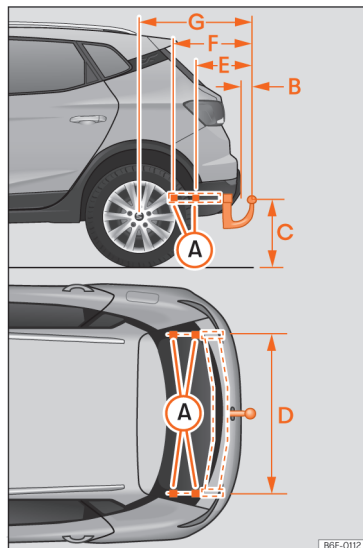

Fig. 152 Quotas e pontos de fixação para a montagem posterior de um dispositivo de reboque.
» **Fig. 152 (C)** nunca poderá ser inferior à indicada. Isto rege também com o veículo a plena carga, incluindo a carga vertical máxima tecnicamente admissível sobre o acoplamento.